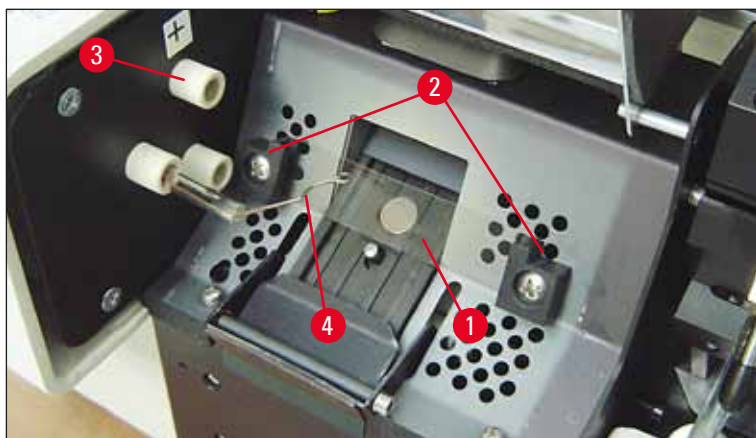

Fig. 20
5. Pass på at kontaktfjæren (→ "Fig. 19-2") er fjernet fra tennkabelen (→ "Fig. 20-4") på lampen (se også (→ "Fig. 20") og (→ "Fig. 21-1")).